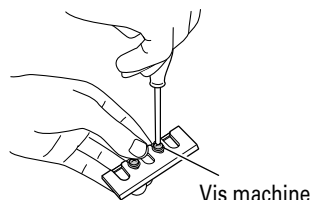

Fig. 13
- (1) Desserrer les 2 vis de fixation de la lame et la plaque de fixation (A). (Fig. 13)